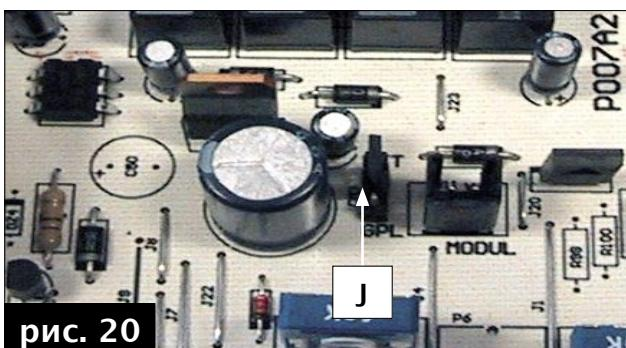

рис. 20
- на электронной плате переместить перемычку J (MET-GPL) в положение GPL – сжиженный газ (Рис. 20).
- на электронной плате переместить перемычку J (MET-GPL) в положение MET – метан (Рис. 20).